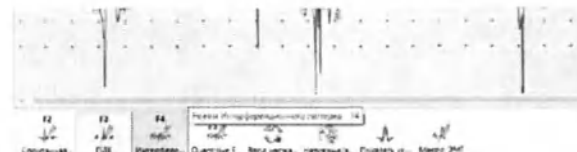

Рис. 181. Переход в режим регистрации интерференционного паттерна
1. Для перехода в режим регистрации интерференционного паттерна нажмите клавишу [F4] на клавиатуре или в меню кнопок на экране (рис. 181).